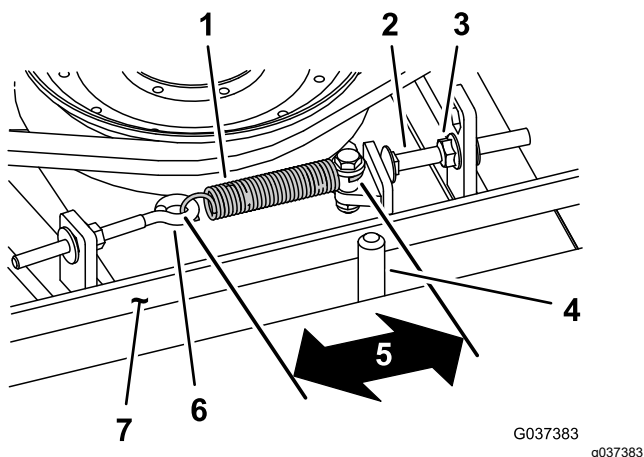

Figura 76
Quando la tensione è corretta, la misura interna della molla di prolunga (da gancio a gancio) deve essere circa 8,3–9,5 cm. Quando la tensione della molla è giusta, regolate il bullone di arresto (bullone a testa tonda) fino ad ottenere un gioco di 2–5 mm tra la testa del bullone ed il braccio di rinvio (Figura 76).
Nota: Verificate che la cinghia si trovi dal lato molla del guidacinghia (Figura 76).
2. Allentate il bullone ad occhio per consentire la rimozione della molla di prolunga (Figura 76).
3. Allentate il dado flangiato che fissa il bullone di arresto all'aletta di montaggio e spostate la puleggia tendicinghia dalla cinghia per rilasciare la tensione (Figura 76).
9. Collegate la molla di prolunga (Figura 76) al bullone ad occhio e tendete la cinghia come segue: